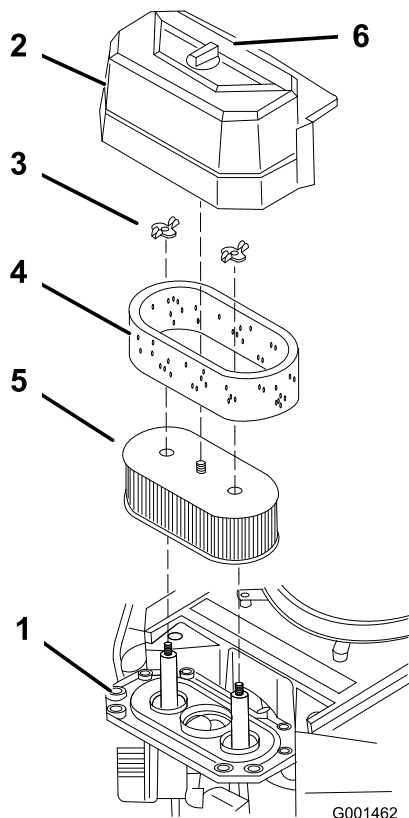

Bild 42
3. Reinigen Sie den Bereich um den Luftfilter herum, um zu verhindern, dass Schmutz in den Motor fällt und Schäden verursacht (Bild 42).
4. Schrauben Sie das Handrad los und entfernen Sie die Luftfilterabdeckung (Bild 42).
5. Nehmen Sie die Flügelmuttern und dann den Luftfilter ab (Bild 42).
6. Ziehen Sie den Schaumeinsatz vorsichtig vom Papiereinsatz (Bild 42).
1. Reinigen Sie den Papierfilter nicht sondern tauschen Sie ihn aus (Bild 42).
1. Schieben Sie den Schaumeinsatz vorsichtig auf den Papierluftfiltereinsatz (Bild 42).
2. Schieben Sie den Luftfilter auf das Luftfilterunterteil oder den Schlauch und befestigen ihn (Bild 42).
3. Setzen Sie die Abdeckung des Luftfilters auf und ziehen Sie das Abdeckhandrad fest (Bild 42).